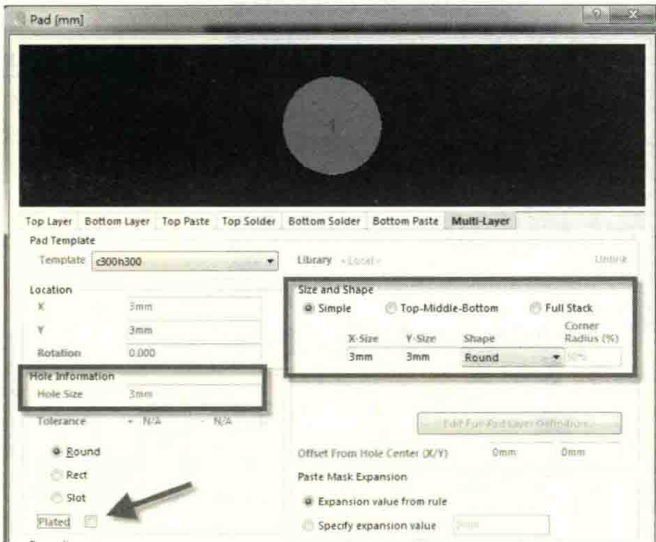

图 12-40 过孔属性设置
(2) 把当前层切换到“Mechanical 1”层，按快捷键“EOS”，在空白处设置好原点。
(3) 执行菜单命令“Place-Line”，以原点为定点绘制一个 100mm×100mm 的板框线，然后选中这个封闭的板框线，按快捷键“DSD”，重新定义板框。
(4) 执行菜单命令“Place-Pad”，激活放置焊盘命令，在放置状态下按“Tab”键，设置焊盘属性为 3mm 的非金属过孔，如图 12-40 所示。